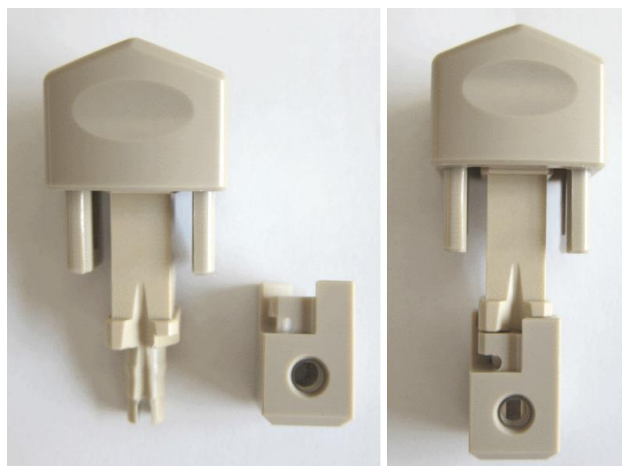

图 32： 低容量配件与 Univette 搭配使用
- 2 将填充好的低容量配件安装到 Univette 主体上（图 32），确保两个电极片之间没有气泡